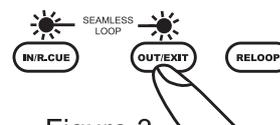

Figure 3
c - Enfoncez la touche OUT/EXIT (15) pour définir le point de sortie de la boucle. Le clignotement des leds situées au dessus des boutons IN/R.CUE et OUT/EXIT et de l'indicateur LOOP vous indique que vous êtes en mode boucle discrète (fig.3).